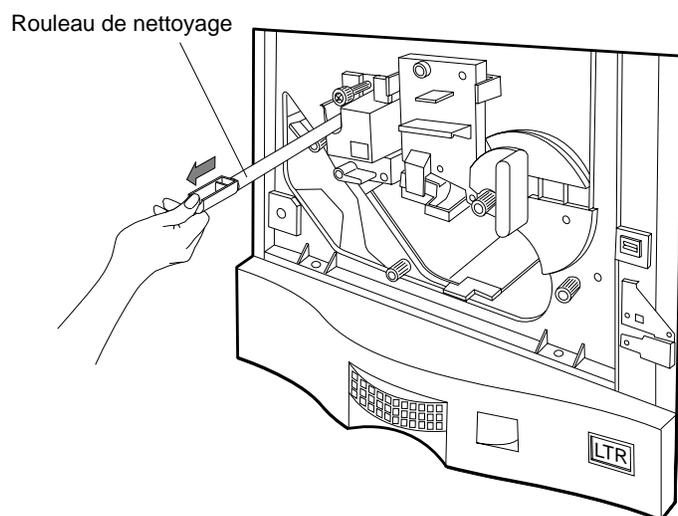

Figure 4-6 Retrait du rouleau de nettoyage
2. Sortez le rouleau de nettoyage usagé, comme illustré à la Figure 4-6.